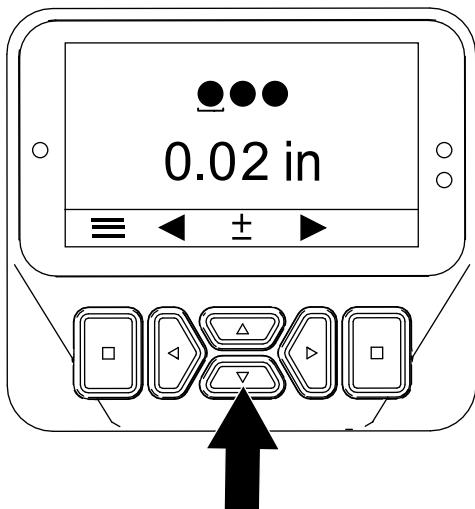

図 56
3. [タイン直径の設定] 画面が表示されるまで、右ボタンを押す(図 55と図 56)。
4. 次のように上下ボタン(図 56)を使ってタインの直径を調整する。